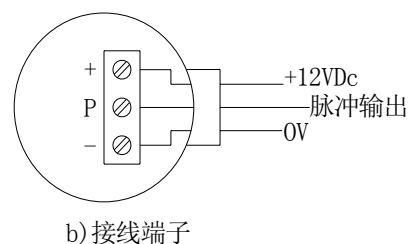

图 8-1 LWF-P 型前置放大器接线端子图
8.1.1 LWF-P 型脉冲输出前置放大器技术参数及接线端子图 8-1
输出信号由接插件插头通过三芯金属屏蔽导线传输，金属屏蔽网接大地，接线按图 8-1。